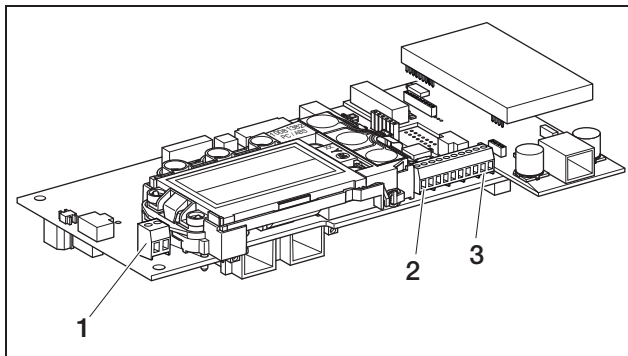

Abbildung 62: Anschlüsse Kommunikationsboard II
- Schließen Sie die Leitungen an der entsprechenden Klemme (Abbildung 62, Position 1) an.
- Schließen Sie die Leitungen entsprechend der Anschlussbelegung (Tabelle 10) an der Klemme (4 in Abbildung 62) an.